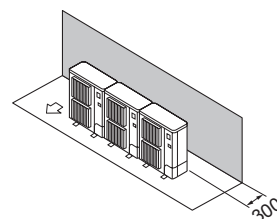

Fig. 2-12
- ① Miejsce ograniczone tylko z tyłu (Fig. 2-12)